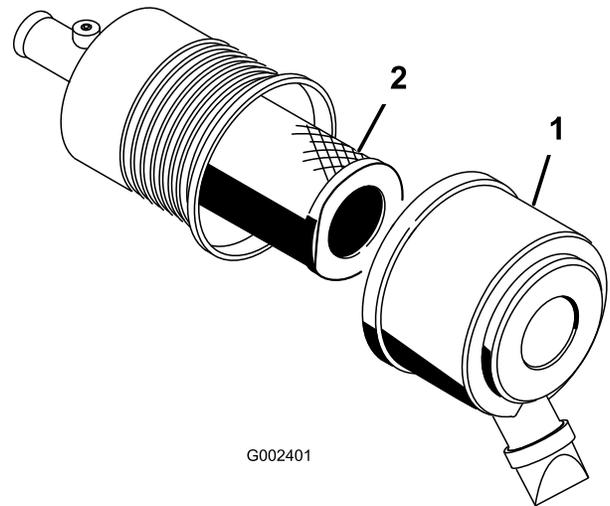

Figura 44
1. Liberte os trincos do filtro de ar e puxe a tampa para fora do corpo do filtro (Figura 44).
3. Deslize suavemente o filtro principal para fora do corpo do filtro (Figura 44).
6. Se estiver a substituir o filtro de segurança, faça deslizar cuidadosamente o novo filtro para o corpo do filtro (Figura 44).
7. Deslize cuidadosamente o filtro principal sobre o filtro de segurança (Figura 44).